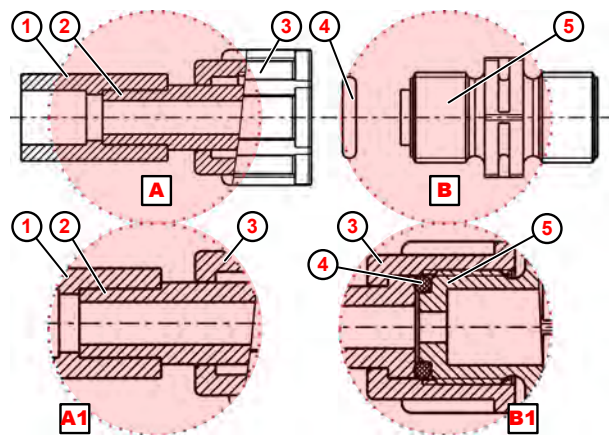

Abb. 10: Rohranschluss mit Aufschweisssverbindung
- ① Aufschweisssverbindung
- ② Rohr- oder Schlauch
- ③ Überwurfmutter
- ④ O-Ring
- ⑤ Saug-, Druckventil
1. ➤ Aufschweisssverbindung (Abb. 10 , ①) mit Schlauchanschluss verschweißen.
2. ➤ O-Ring ④ in Nut von Saug-, bzw. Druckventil ⑤ legen.
3. ➤ Überwurfmutter ③ festziehen (Detail **B1**).